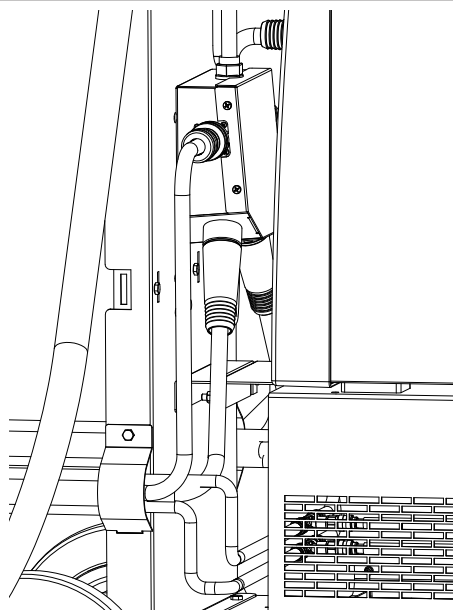

Fig. 32
Collegare il cavo segnale del carrello trainafilo **1** allo sdoppiatore (fig. 32) ed il cavo del segnale (CN7) al generatore (fig. 33).
*Connect the signal cable of the wire feeder **1** to the splitter (fig. 32) and the signal cable (CN7) to the power source (fig. 33).*
Conecte el cable de señal del carro arrastrahilo **1** al divisor (fig. 32) y el cable de señal (CN7) al generador (fig. 33).